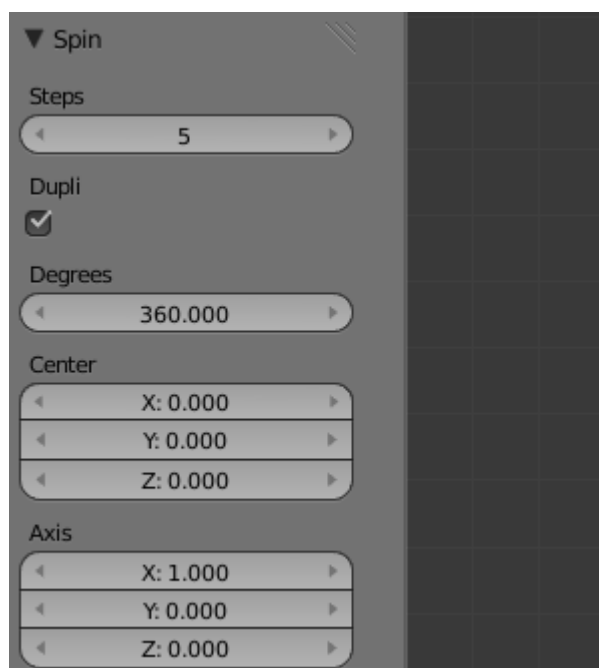

Figura 5.6
8. Especifique o número de cópias, no presente caso 5, active Dupli, especifique 360° de rotação, e o eixo em torno do qual esta é feita, no presente caso o eixo dos xx, figura 5.6.